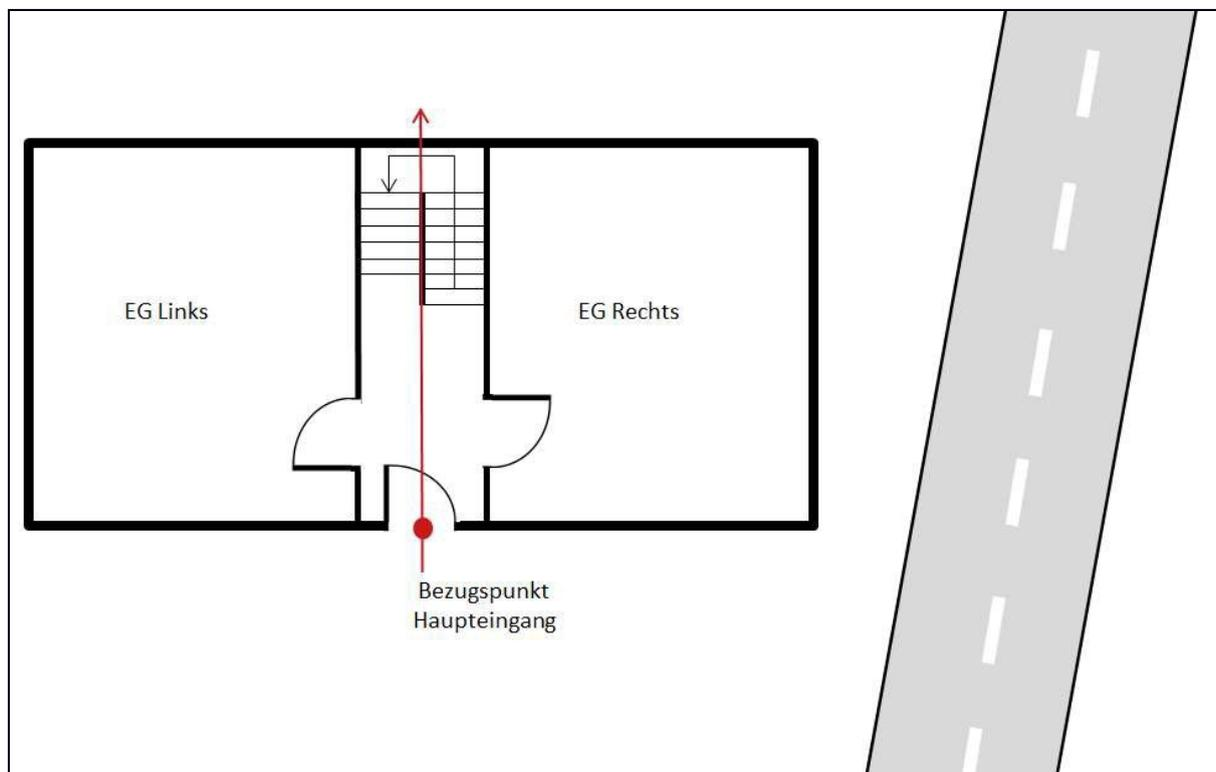

Abbildung 1
Die Zuordnung der Zähler zu den Wohneinheiten erfolgt von der Haupteingangstür (siehe Abb. 1) aus. Eine Zuordnung wird bis 3 Wohneinheiten pro Etage mit den Worten „Links, Mitte, Rechts“ vorgenommen. Darüber hinaus sind die Stockwerksbezeichnungen beginnend mit dem Erdgeschoss (EG), 1. Obergeschoss (OG01), 2. Obergeschoss (OG02) usw. vorzunehmen. Für eine Wohneinheit unter dem Dach kann auch die Bezeichnung „Dachgeschoss (DG)“ verwendet werden.